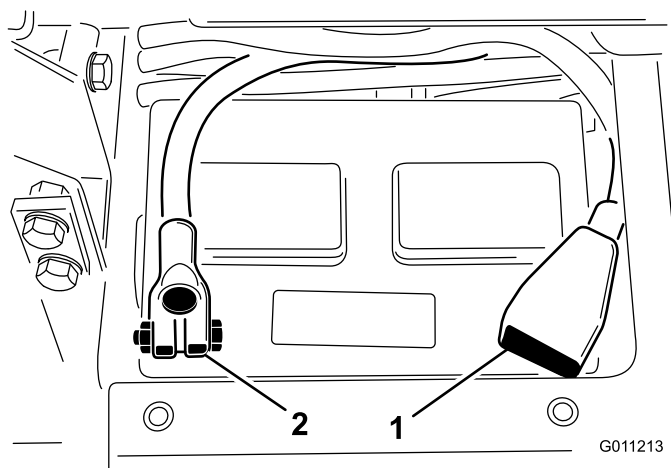

Figura 5
8. Instale o cabo positivo (vermelho) no terminal positivo (+) e o cabo negativo (negro) no terminal negativo (-) da bateria e fixe-os com os parafusos e as porcas (Figura 5). Certifique-se de que o terminal positivo (+) se encontra correctamente colocado no pólo e de que o cabo se encontra correctamente encaixado na bateria. O cabo não deverá estar em contacto com a cobertura da bateria.